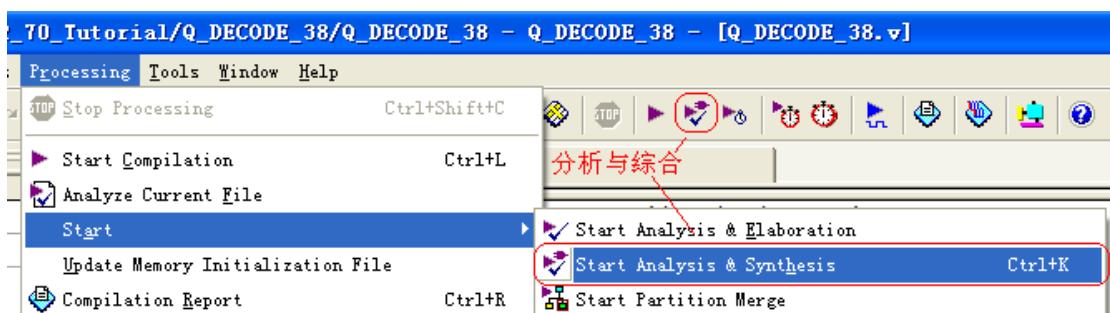

图 3-13 执行 start Analysis & Synthesis (开始分析与综合)
11. 分析与综合。点击菜单项 Processing->start->Start Analysis & Synthesis、点击图标  或者使用快捷键 Ctrl+K 执行分析与综合。参看图 3-13。